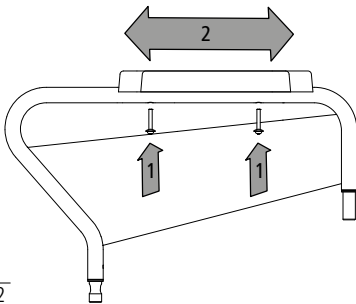

Abb. 32
1. Lossa de två skruvarna (1, bild 32) som fäster armstödet mot sidoskyddet.
2. Därefter kan armstödet flyttas 30 mm framåt eller bakåt (2, bild 32).